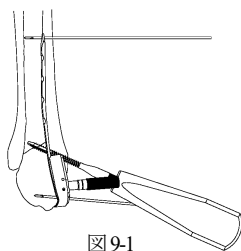
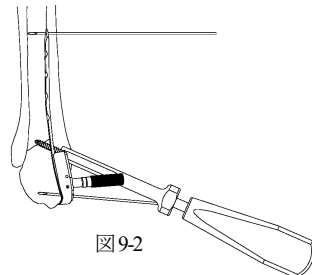

図 9-1
図 9-2
- 9) 骨質が硬い場合は、3.5LS 用タップ (グリップ型) でプレタップを行い (図 9-1)、選択した長さの 3.5 コーティカルスクリューを、ヘクスローブ 15 ドライバーを用いて挿入します。 (図 9-2)